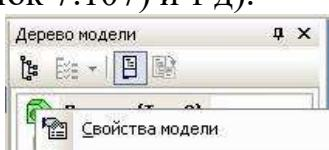

Рисунок 7.105 – Выпадающее меню
- 2) В дереве модели щелкните ПК мыши по ярлыку модели (рисунок 7.105) → Укажите **Свойства модели** (обозначение документа, наименование (рисунок 7.106), материал (рисунок 7.107) и т д).